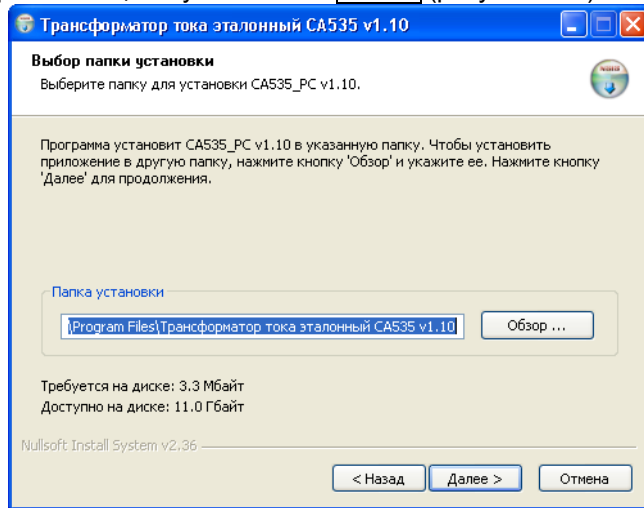

Рисунок 7.8
2) Определить место размещения ПО, для чего в следующем окне (рисунок 7.8) следует либо согласиться с предлагаемой по умолчанию папкой "C:\Program Files\Трансформатор тока эталонный", либо выбрать другой вариант, щелкнув по кнопке **Обзор...**. Для продолжения выполнения программы установки ПО щелкнуть по кнопке **Далее**.